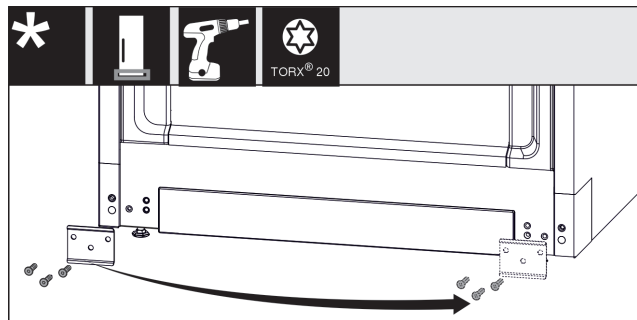

Fig. 13
- ▶ Desatornillar la chapa, colocarla en el otro lado y atornillarla de nuevo. Fig. 13 (1)